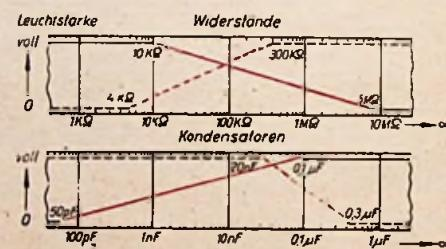

Abb. 3
3. Prüfung auf Kurzschluß bei Widerständen. Die Glimmlampe wird durch Einschalten des Schalters S zum Leuchten gebracht, die Prüfspitzen werden bei 1-2 oder 1-3 angeschlossen. Die Lampe liegt parallel zu R_1 , erhält also ca. 100 Volt. Außerdem wird der zu prüfende Widerstand in Reihe mit R_3 auch noch parallel zu R_1 geschaltet. Bei Kurzschluß liegt R_3 allein parallel. R_3 ist nun so bemessen, daß das Verhältnis von $R_2 : R_1$ so weit verschoben wird, daß die Spannung an der Lampe unter die Löschspannung sinkt. Vor der Inbetriebnahme überzeugt man sich, daß die Lampe auch wirklich erlischt, indem man die Prüfspitzen bei 1 und 2 (oder 3) ansteckt und kurzschließt. Sollte die Lampe nicht verlöschen (in erster Linie abhängig von der Toleranz der Widerstände), so ist R_3 um einige kOhm zu erniedrigen. Die Lampe soll aber auch nicht zu zeitig verlöschen (R_3 probieren!). Bei dem Versuchsgerät konnten Widerstände herunter bis 4 kOhm geprüft werden. In Abb. 3 ist die Leuchtdämmung bei der Kurzschlußprüfung gestrichelt gezeichnet, die ausgezogene Gerade ergab sich für Durchgangsprüfungen. Das Glimmlicht wurde ab 300 kOhm immer schwächer, um bei 4 kOhm ganz zu verlöschen. In Zweifelsfällen ist sowohl die